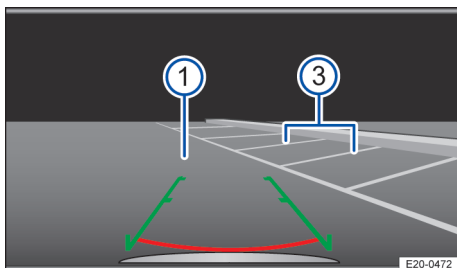

Fig. 120 Visualización en la pantalla del sistema de infotainment: dirigirse hacia el hueco de aparcamiento seleccionado.
3. Retroceda lentamente a la vez que gira el volante de manera que las líneas laterales se introduzcan en el hueco de aparcamiento seleccionado ②. Las líneas tienen que coincidir con las líneas de delimitación laterales → fig. 120 ③.